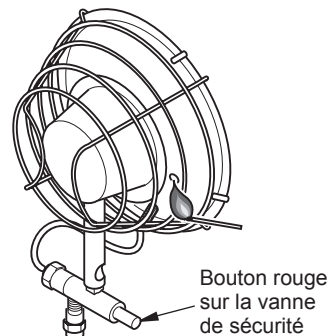

Figure 6 - Allumage de l'appareil de chauffage avec une allumette
2. Appuyez plusieurs fois sur l'allumeur piézo-électrique (à deux brûleurs) ou placez une allumette allumée devant l'élément chauffant (l'écran diffuseur) du brûleur que vous allumez, en vous servant du trou qui se trouve dans la partie latérale du réflecteur. Voir figure 6.
3. Relâchez le bouton de la vanne d'approvisionnement de sécurité du brûleur (voir figure 6, page 6).